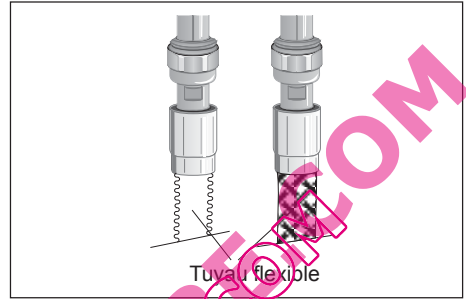

Fig. 3
- Un tuyau flexible (à embouts mécaniques) longueur maxi 1,50 m (Fig. 3).